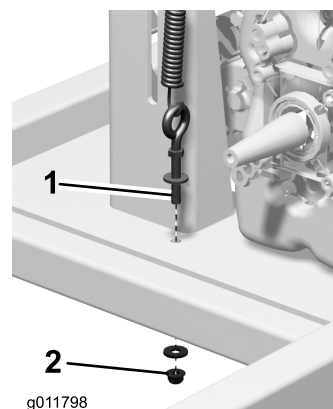

図 56
- A. アイ・ボルトについている下側ナットをゆるめてボルトの端まで移動させる（図 56）。